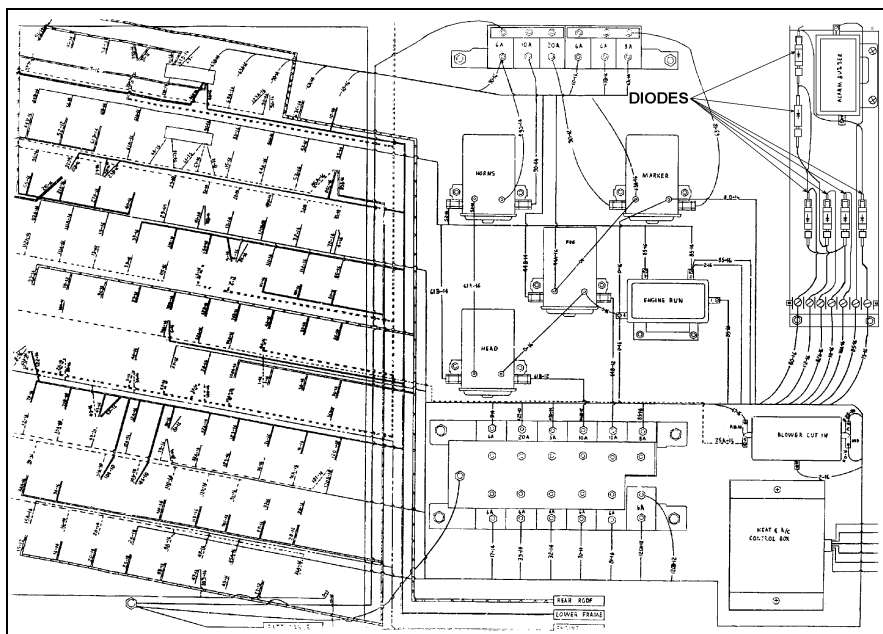

FIGURE 2
2. Localiser la ou les diode(s) défectueuse(s) (voir la fig. 2).